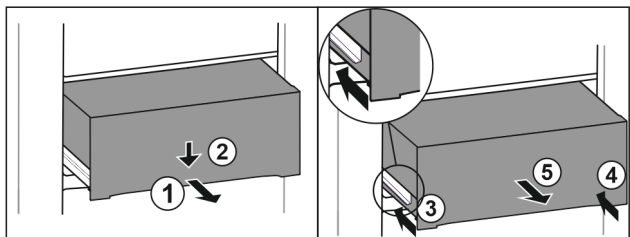

Fig. 145
- ▶ 将抽屉拉出一半。 Fig. 145 (1)
- ▶ 朝下按压正面的抽屉。 Fig. 145 (2)
- ▶ 将左侧轨道推入大约 2 cm。 Fig. 145 (3)
- ▶ 将右侧轨道推入大约 2 cm。 Fig. 145 (4)
- ▶ 朝前取出抽屉。 Fig. 145 (5)